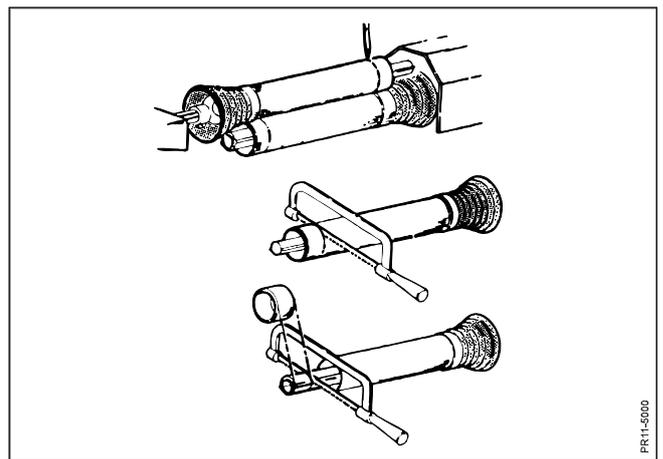

Fig. 4.4
**Fig. 4.4** Las partes macho y hembra del cardán deben cortarse al mismo largo. Mantener las dos partes paralelas, y marcar los 30 mm (min). Cortar las 4 piezas al mismo largo. Redondear las puntas de las partes y limar asperezas con cuidado.